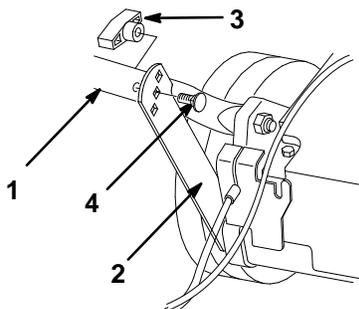

Figure 2
1. Retirer les quatre boulons fixés au mancheron inférieur (deux à tête plate et deux à tête courbe) et les boutons correspondants (Fig. 2).
2. Rabattre le mancheron inférieur vers l'arrière et les pattes de support vers le haut pour faire correspondre les trous de fixation (Fig. 2).
3. Fixer le mancheron aux pattes de support à l'aide des deux boulons à tête plate et de deux boutons, en choisissant le trou des pattes correspondant à la hauteur de mancheron la plus confortable pour l'utilisateur (Fig. 2)